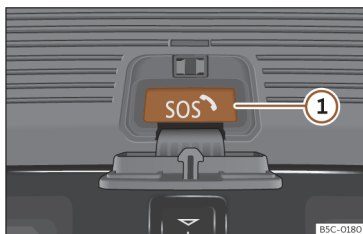

Fig. 47 Botão para chamada de emergência.
2. Mantenha pressionado o botão de chamada de emergência durante alguns segundos >>> Fig. 47 ①.
Pressione o botão de chamada de emergência >>> Fig. 47 apenas em caso de emergência!
Não se pode interromper a chamada de emergência automática pressionando o botão de chamada de emergência >>> Fig. 47.